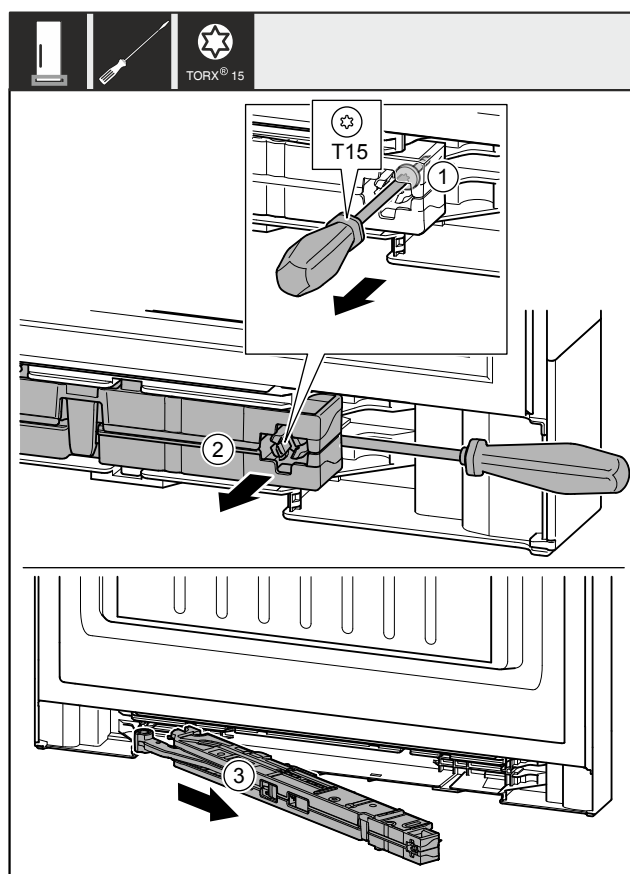

Fig. 10
- Desserrer la vis Fig. 10 (1) de l'unité d'amortissement de fermeture avec un tournevis d'env. 14 mm (9/16 in).
- Décrocher l'unité d'amortissement de fermeture Fig. 10 (2) côté poignée vers l'avant avec un tournevis.
- Retirer l'unité d'amortissement de fermeture Fig. 10 (3).